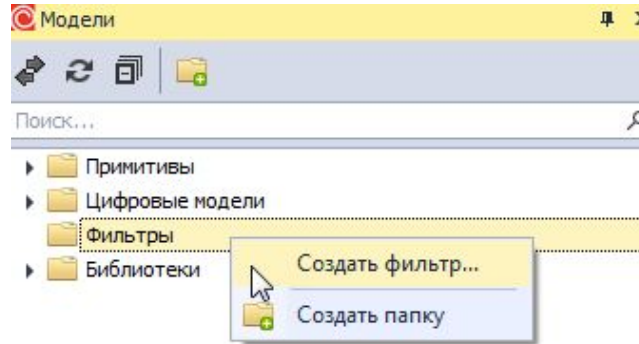

Рис. 149 Вызов конструктора фильтров из контекстного меню панели "Модели"
- Через контекстное меню → «Модели» → «Фильтры» → «Создать фильтр...», см. Рис. 149. Будет создан библиотечный компонент со SPICE-моделью, реализующей заданный фильтр в виде текстовой подсхемы.